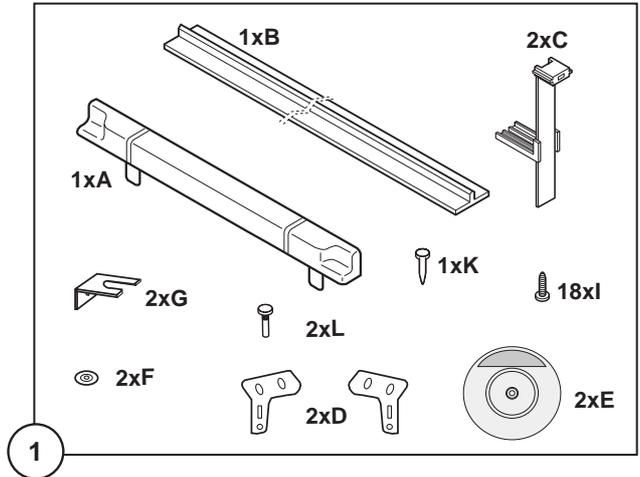

**Abb. 5**
5) **Abb. 5:** Gerät an der Nische befestigen. Schrauben (I) benutzen.